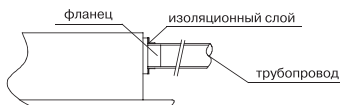

Рис. 31
9. Установите трубопровод (Рис.31)